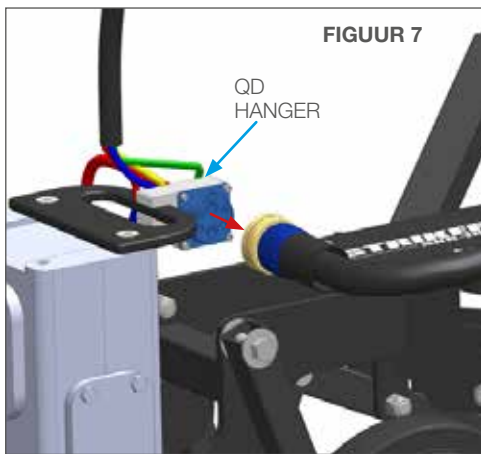

FIGUUR 6
6. Schuif de horizontale rail met het ellebooggewricht uit de wagen. **(Figuur 6).**